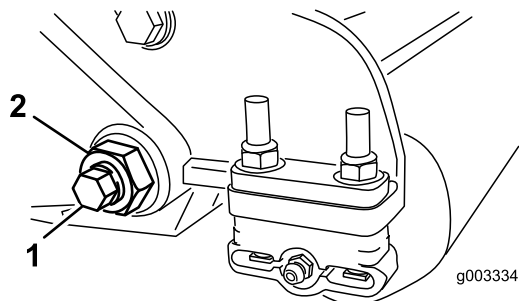

Figure 24
3. De chaque côté de la machine, desserrez le contre-écrou de fixation du boulon de la barre d'appui (Figure 24).
4. Retirez les boulons de la barre d'appui afin de pouvoir abaisser la barre et la déposer de l'unité de coupe (Figure 24).